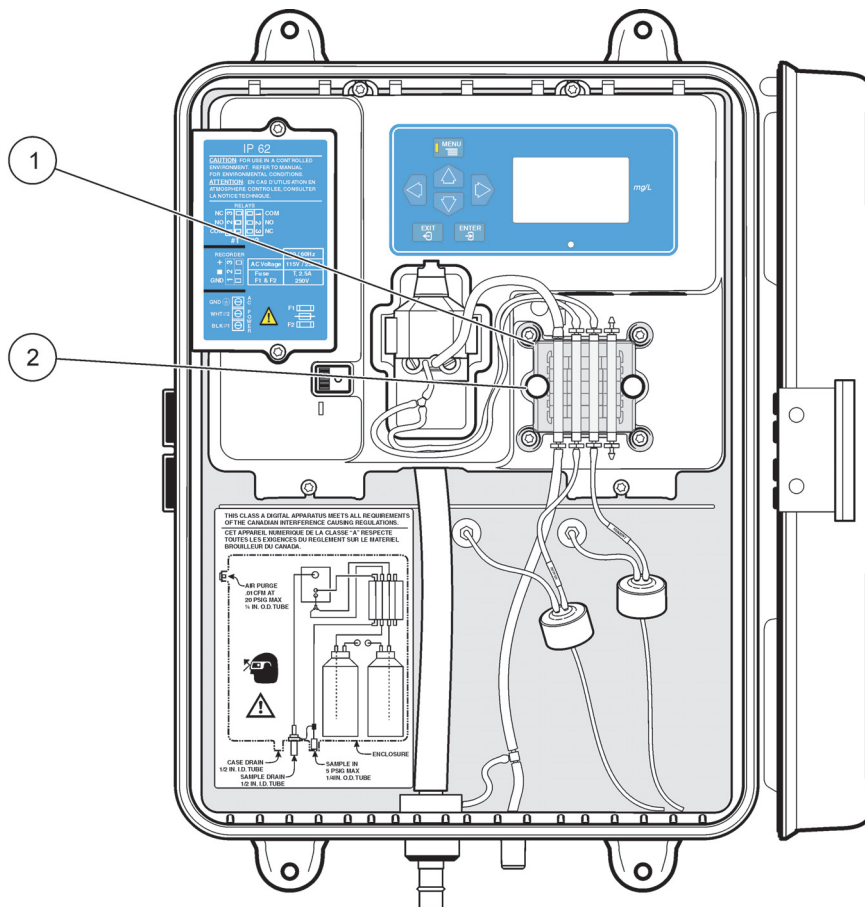

Рисунок 18 Регулировка прижимной пластины насосно-клапанного модуля
3. Установите прижимную пластину на модуль насоса/клапана (см. Рисунок 18).